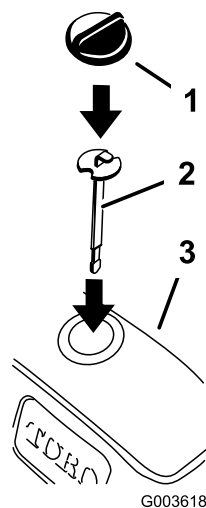

Figura 7
2. Inserite l'asta di livello nel serbatoio, estraetela e controllate il livello dell'olio idraulico (Figura 7).